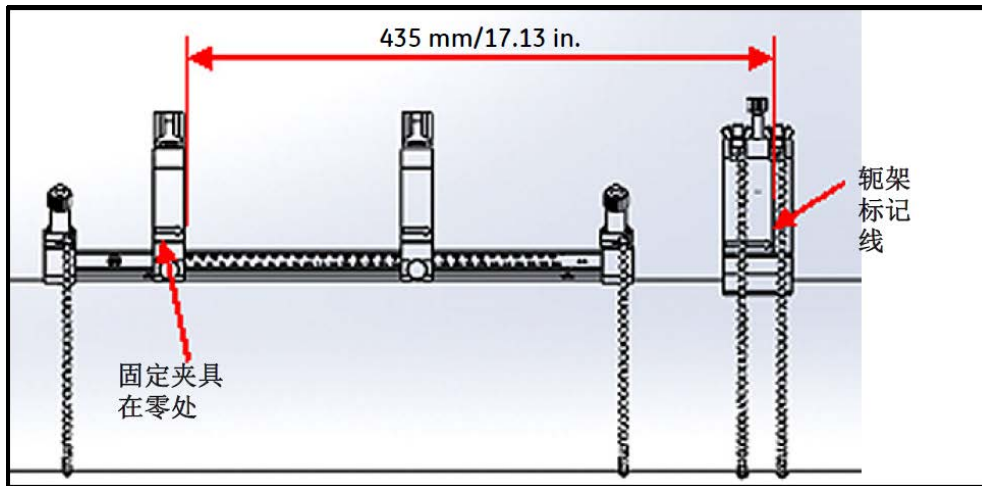

图 39: 轭架设置在 435 mm/17.13 in. 处
6. 将夹紧装置的固定夹具放置在刻度尺上零的位置。举例说明，如果所需的换能器间距是 435 mm/17.13 in.，请从固定夹具的边缘到轭架标记线之间，测出所需的 435 mm/17.13 in. 距离（请参见下面的 图 39）。